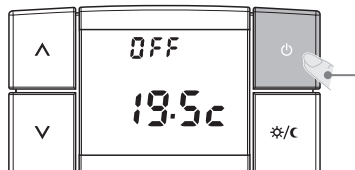

fig. 11
- Appuyer sur la touche  pendant 6 secondes, l'écran affichera l'inscription **OFF** ainsi que la dernière température ambiante relevée (exemple sur la fig. 11).